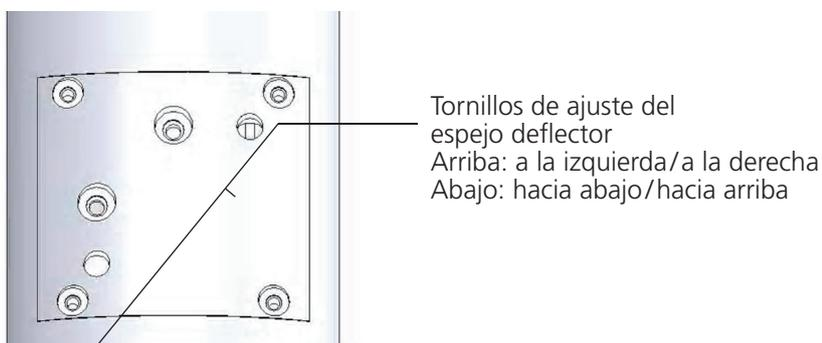

Figura 21: Tornillos de ajuste del espejo deflector
Mediante el espejo deflector (véase figura 21) se puede superponer fácilmente el rayo láser con la cruz reticular en el ocular del microscopio.
- Manipulando en los tornillos reguladores del espejo deflector (véase detalle en la figura 21) el punto o mancha de soldadura del láser puede desplazarse hasta la cruz reticular del microscopio.